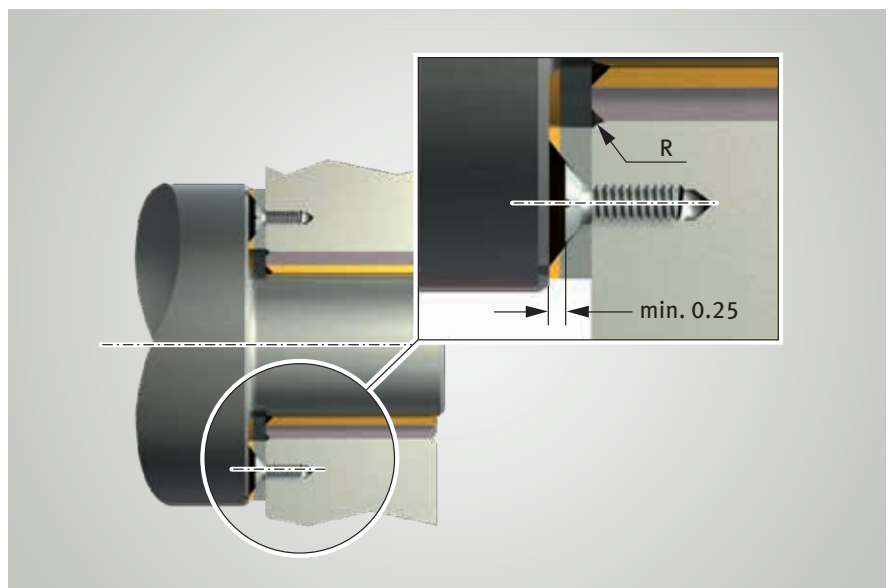

Fig. 4: Fijación de una arandela de tope PAW sin escotadura de la carcasa
- fijar con varios pasadores de ajuste o tornillos (Fig. 4)